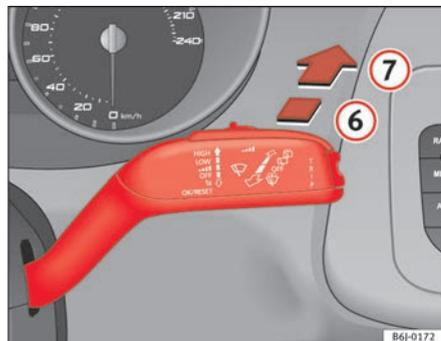

Fig. 63 Palanca del limpia-lavacristales: limpialuneta
- Presione la palanca hacia delante hasta el encastre **6** ⇒ fig. 63. El limpialuneta debe accionarse en intervalos de 6 segundos.
- Presione la palanca completamente hacia delante hasta la posición **7** ⇒ fig. 63. El limpia y el lavaluneta funcionan simultáneamente. El lavaluneta seguirá funcionando mientras mantenga la palanca en esta posición.